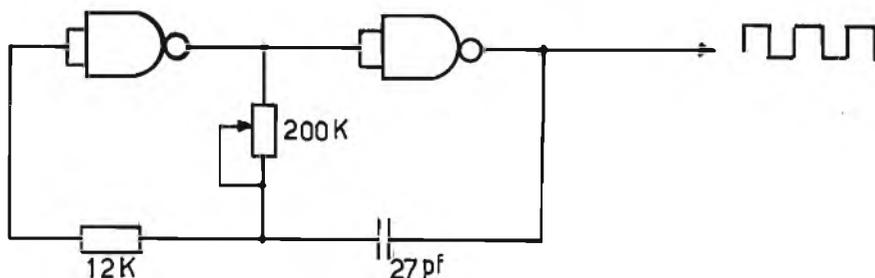

Figura 7 - Schema elettrico oscillatore.
**OSCILLATORE BASE - FIGURA 7**